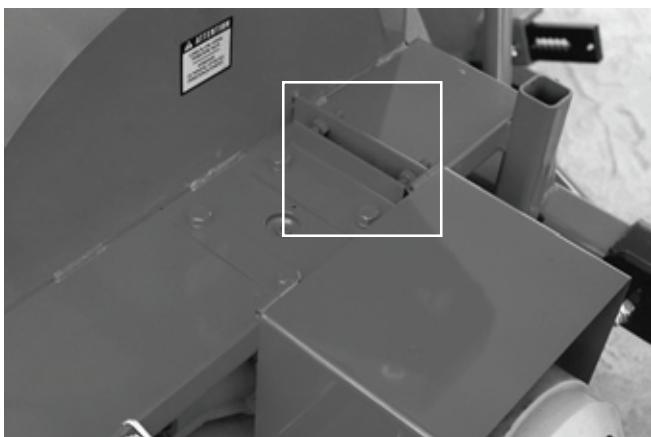

Figure 30
- 8) Vérifiez l'ajustement du rotor. Le bout des palettes doit passer à environ 1/8" @ 3/16" du tour du tambour, du côté de la décharge de la neige. Au besoin, ajuster cette distance à l'aide du tendeur (Fig. 30).